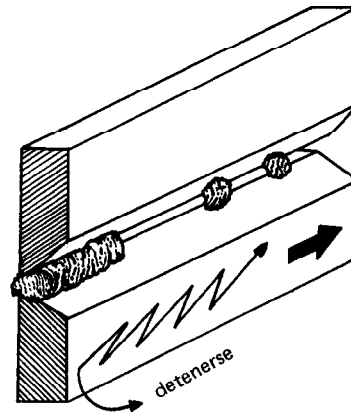

Figura 2.121
- b) Avance moviendo longitudinalmente el electrodo en forma de chicote, deteniéndose brevemente según indica la figura 2.121.